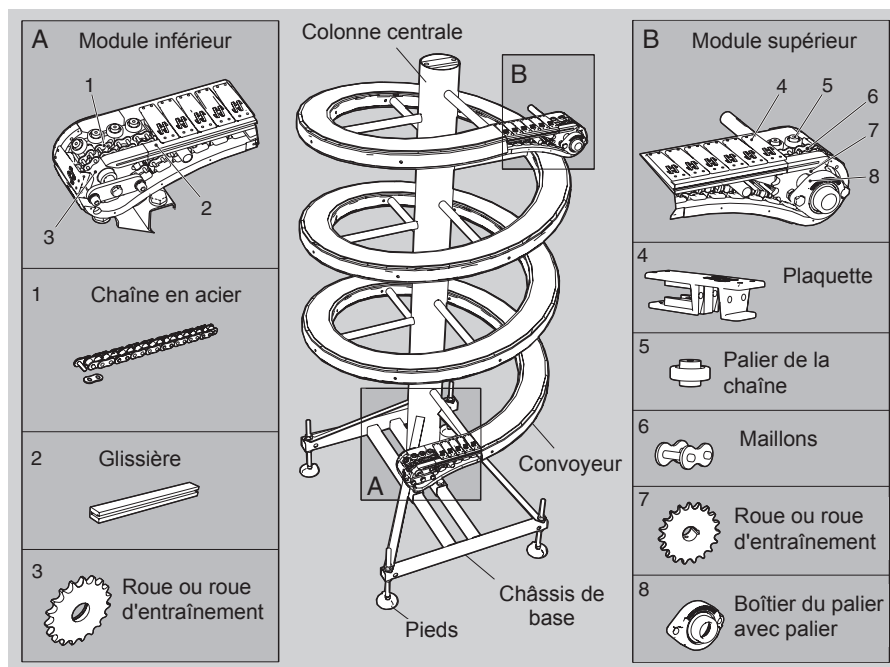
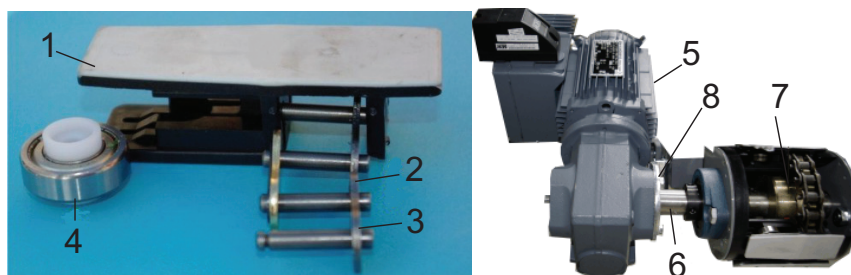

Figure 3 Terminologie générale des composants et des pièces de l'élévateur spiralé
Figure 4 Composants de la chaîne du convoyeur, de l'extrémité d'entraînement du convoyeur et du moteur à engrenages
La chaîne se compose d'une chaîne en acier, de maillons de raccordement et de plaquettes avec paliers (Fig. 3 et Fig. 4). Le dessus de la plaquette est doté d'un matériau à fort coefficient de frottement qui évite que les produits ne glissent sur la chaîne. La chaîne tourne selon une spirale autour du cylindre central et est guidée sur des glissières en plastique. La chaîne est entraînée par le moteur à engrenages.
Le châssis de base de l'élévateur spiralé se compose d'une colonne centrale, d'une extrémité haute (B), d'une extrémité basse (A) et d'un châssis de base fixé au sol, reportez-vous à la Fig. 3. Les extrémités supérieure et inférieure peuvent fonctionner en entrée ou en sortie.
Dans la Fig. 3, le moteur à engrenages (Fig. 4) est monté sur l'axe d'entraînement dans l'extrémité supérieure de l'élévateur spiralé. L'élévateur spiralé de base n'est pas livré avec un moteur à engrenages. Toutefois, un moteur à engrenages peut être ajouté dans le cadre du contrat fournisseur. Les spécifications suggérées du moteur à engrenages peuvent être obtenues dans le configurateur FlexLink ou auprès de FlexLink.
Sur l'axe d'entraînement est montée une roue d'entraînement raccordée à la chaîne en acier ; reportez-vous à la Fig. 4.